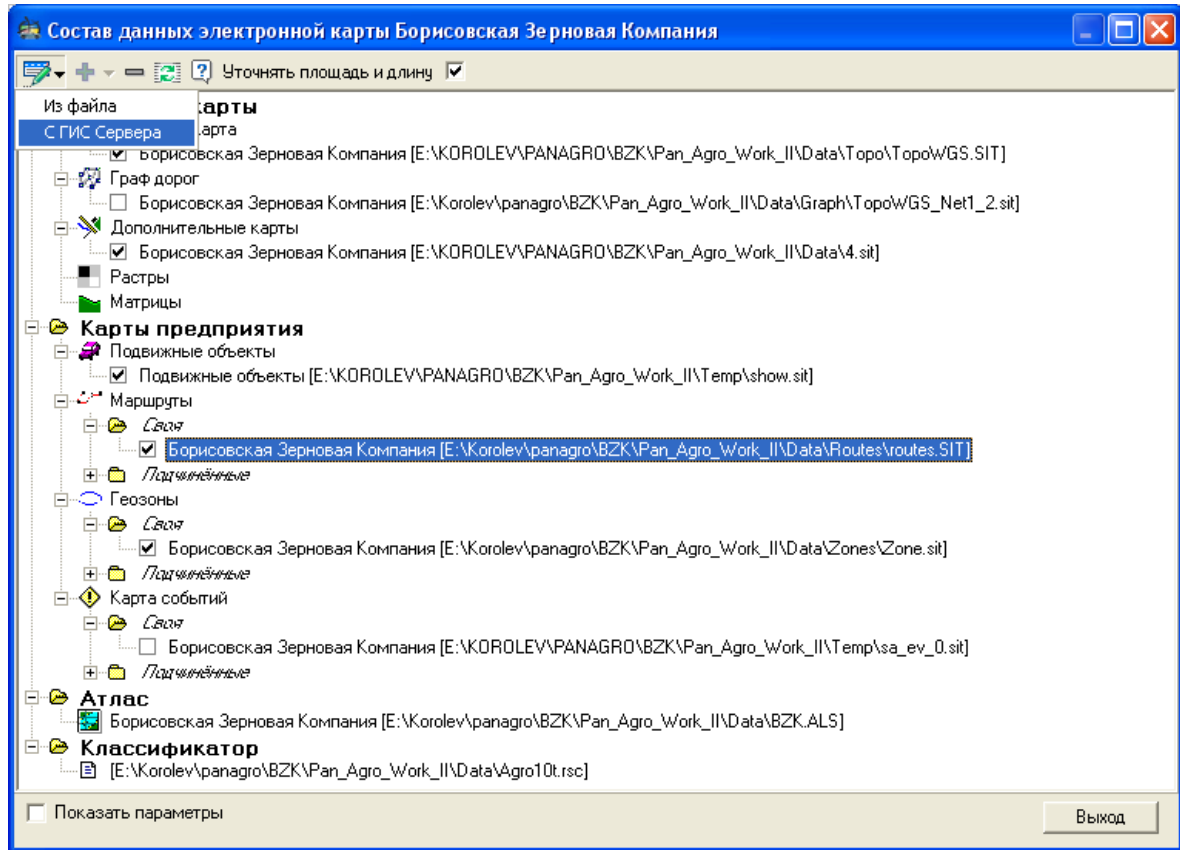

Рисунок 22 - Выбор карты с ГИС Сервера
9. После проведенных действий в диалоге «Состав данных электронной карты» при настройке путей к файлам можно выбирать карты с ГИС Сервера (см. Рисунок 22).